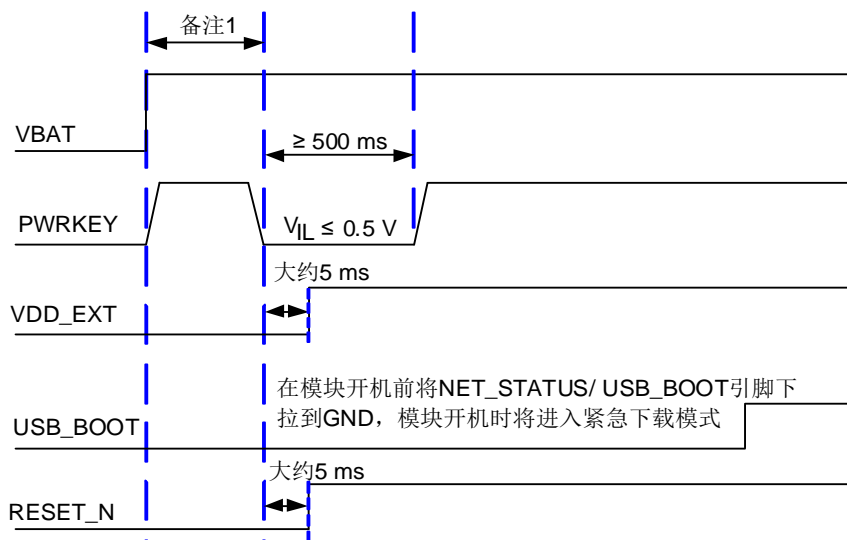

图 32：进入强制下载模式时序
2. 使用 MCU 控制模块进入强制下载模式时按照如上时序图进行控制，在给模块 VBAT 上电前不建议上拉 NET_STATUS/ USB_BOOT 到 VDD_EXT；手动强制下载方式按照图 32 所示短接测试点即可。